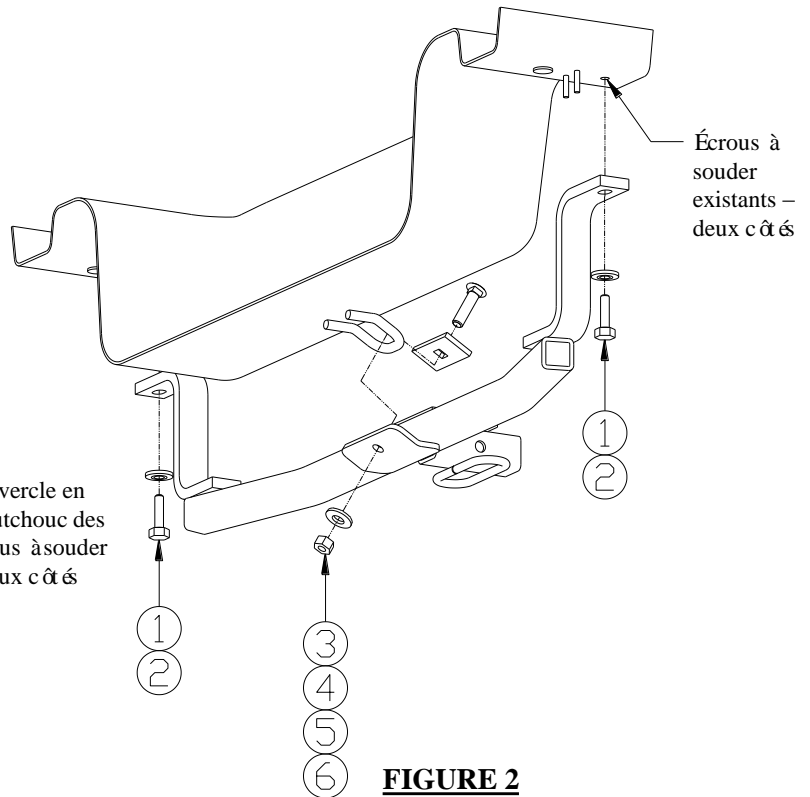

FIGURE 2
- Soulever l'attelage en position comme illustré à la figure 2.